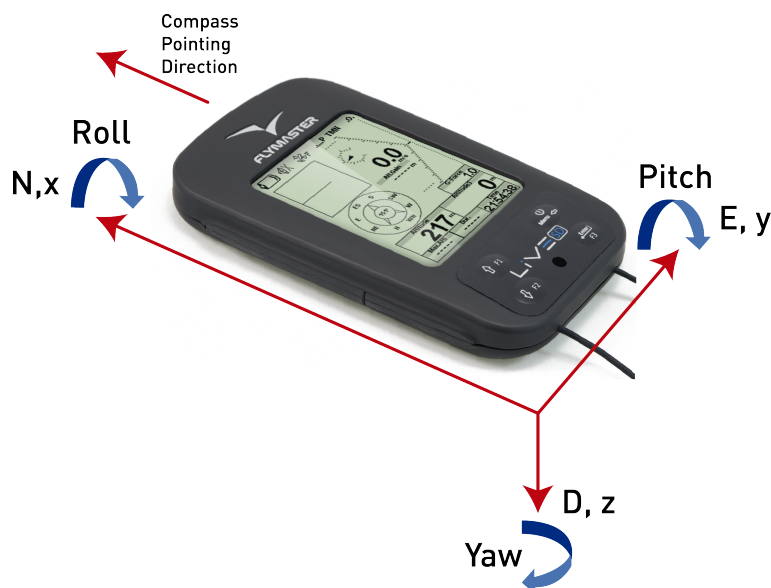
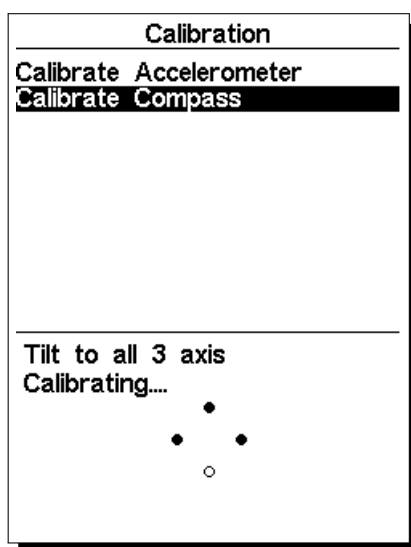

FIGURE 8.2 – Cadre de référence du calibrage de compas
FIGURE 8.3 – Marques d'indication du calibrage de compas
Le magnétomètre a 3 axes (Figure 8.2) qui sont associés avec le cadre de référence de l'appareil. Le fait de tourner l'appareil sur chacun des 3 axes changera les angles de tangage, de roulis et de lacet. Afin d'effectuer un calibrage correct, l'appareil doit être tourné lentement sur chacun des 3 axes. Il n'est pas important d'effectuer une rotation complète ni l'ordre dans lequel sont effectués les tours. Ce qui est important c'est que l'appareil soit tourné pour modifier le tangage, le roulis et le lacet d'un angle proche de  $-90^\circ$  à un angle de  $+90^\circ$ . Une indication sur l'état de la procédure du calibrage est donnée par les 4 cercles affichés en bas de la page de calibrage (voir Figure 8.3). Les cercles du haut et du bas sont associés à l'angle de tangage, alors que les cercles de gauche et de droite sont associés à l'angle de roulis. Quand le calibrage est entamé, tous les cercles sont vides (pas de couleur). Quand l'appareil est tourné de façon à ce que l'angle de tangage soit proche de  $-90^\circ$  alors le cercle du haut est rempli en noir. De la même façon, si l'angle de tangage est proche de  $+90^\circ$  alors le cercle du bas est rempli en noir. La même chose arrive avec les cercles de gauche et de droite quand l'appareil est tourné sur l'angle de roulis. Aucune indication n'est donnée pour l'angle de lacet. La procédure de calibrage est automatiquement terminée quand tous les cercles deviennent noirs. Dans la figure Figure 8.3 tous les cercles sont noirs sauf celui du bas. La procédure complète de calibrage peut être résumée par les étapes suivantes :
- (Calibrer le compas) (voir Figure 8.3) ;